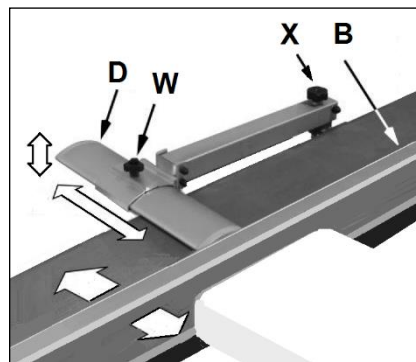

Рис. 17
Защитное ограждение можно установить вплотную к упору и опустить к столу настолько, насколько это возможно для выполнения определенной операции (см. Рис. 17).
Ослабьте ручку (W, Рис. 17), чтобы установить ограждение (D) вплотную к упору (B).